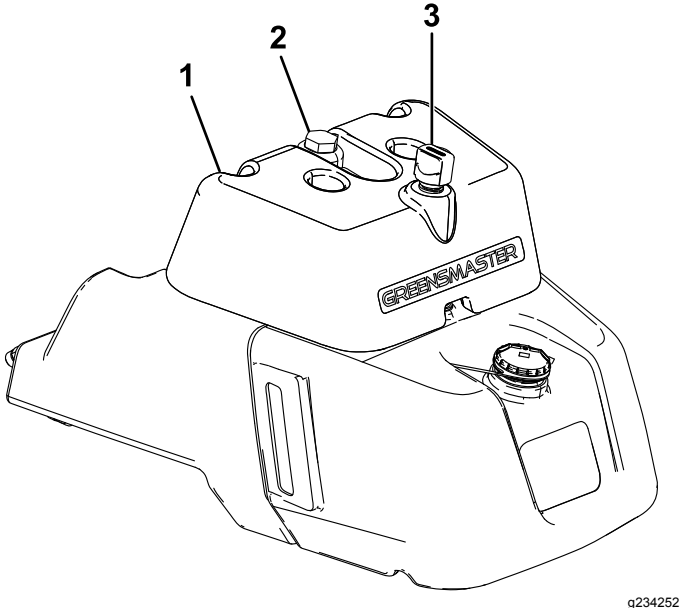

图44
- 如果油箱有观察窗口请通过窗口检查油位 图44 然后转至步骤 5。